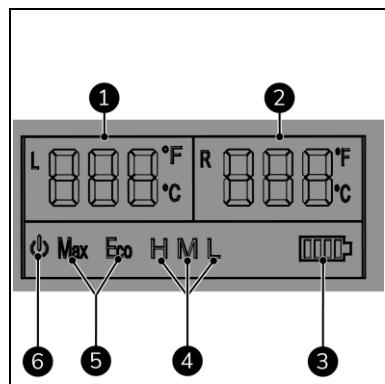

Figura 6
- Temperatură (Figura 6, poziția 1 și 2) arată temperatură setată sau curentă în caseta din stânga sau din dreapta (Celsius sau Fahrenheit).
- Baterie (Figura 6, poziția 3) arată starea bateriei vehiculului.
- Protecția bateriei (Figura 6, poziția 4) arată modul de protecție a bateriei selectat în prezent (ridicat, mediu sau scăzut).
- Capacitate de răcire (Figura 6, poziția 5) arată capacitatea de răcire (MAX sau ECO).
- PORNIRE/OPRIRE (Figura 6, poziția 6) arată dacă aparatul este pornit sau oprit.
Atunci când aparatul este conectat la sursa de alimentare, se aprinde indicatorul luminos de pornire/oprire (Figura 6, poziția 7).